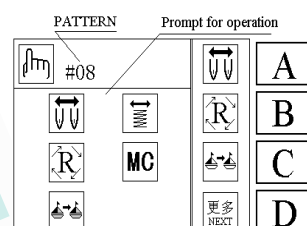
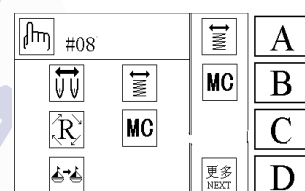
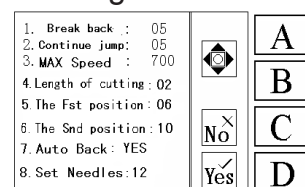

Fig. 6.5.1
Fig. 6.5.2
Fig. 6.5.3
1. Quando mostrando no estado de espera a Fig.3.3, pressione a tecla  uma vez para mostrar a Fig.6.5.1.
2. Na Fig.6.5.1, pressione a tecla **D** uma vez para mostrar a Fig.6.5.2
3. Na Fig.6.5.2, pressione a tecla **B** uma vez para mostrar a Fig.6.5.3. Pressione a tecla  uma vez e retorne ao estado de espera (Fig.3.3).
4. Na Fig.6.5.3, pressione as teclas de direção **A** e **B** para mover o cursor sobre um dado arbitrário.
5. Na Fig.6.5.3, pressione a tecla **D** para completar a introdução dos dados da máquina, voltando automaticamente à tela da etapa 3 (Fig.6.5.2).
Pressione a tecla **C** para cancelar o valor do dado que foi introduzido, voltando automaticamente à tela da etapa 3 (Fig.6.5.2).